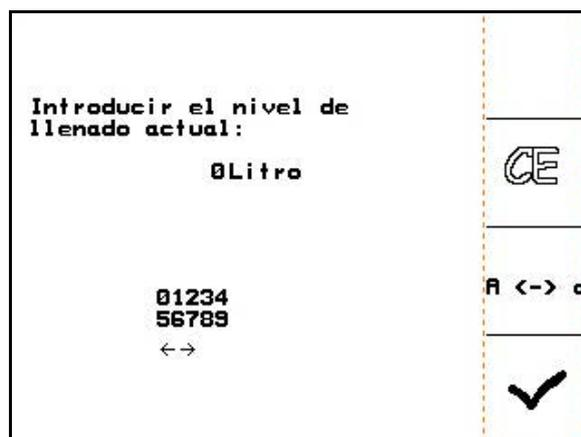

Fig. 67
1.  Activar el menú de llenado (Fig. 67).